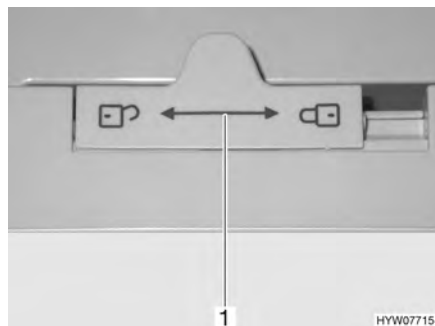

Bild 193 Lås till kylskåpsdörr (Dometic 7-serie)
- Skjut låset (Bild 193,1) åt vänster "G".
- Skjut låset (Bild 193,1) helt åt höger "🔒".